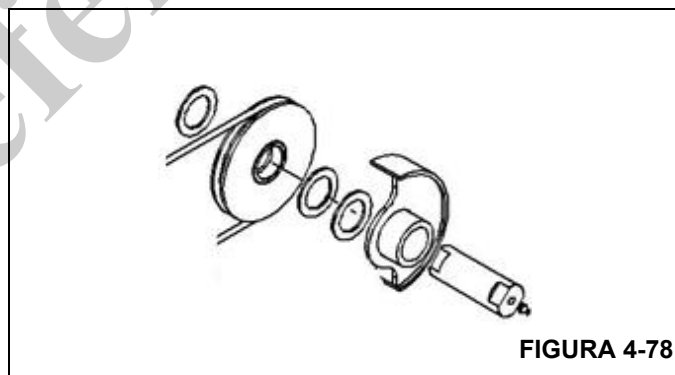
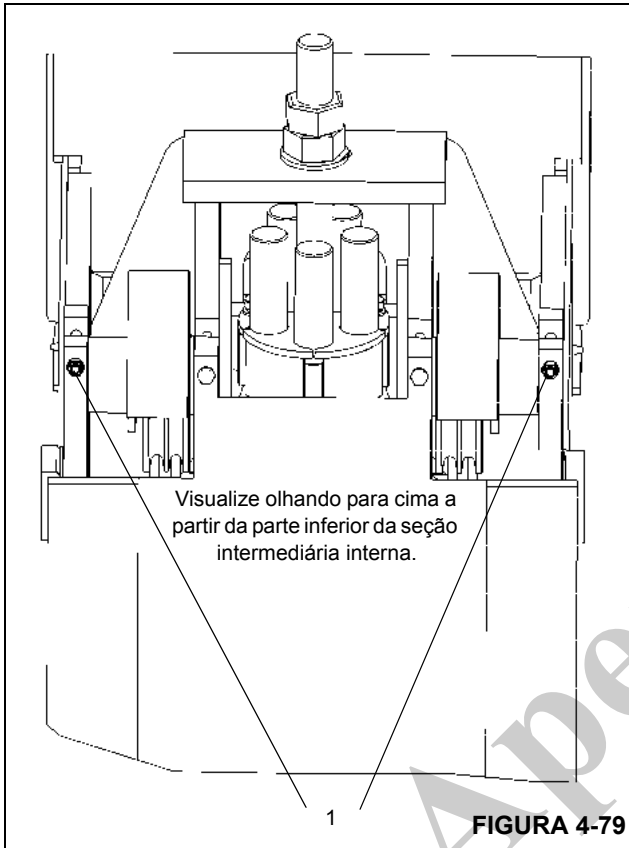

FIGURA 4-78
FIGURA 4-79
30. Monte o conjunto intermediário de polias da seção volante como mostrado na Figura 4-78 e na Figura 4-79. Observe que o pino tem uma arruela de encosto voltada para dentro da lança e duas arruelas de empuxo para fora da lança.
31. Passe os cabos de retração intermediários nos conjuntos de polias de retração de cabos intermediários da esquerda e da direita e instale como mostrado na Figura 4-78.
32. Instale o parafuso retentor com cabeça, a arruela e a porca para travar os pinos do conjunto da polia (Figura 4-79, 1).